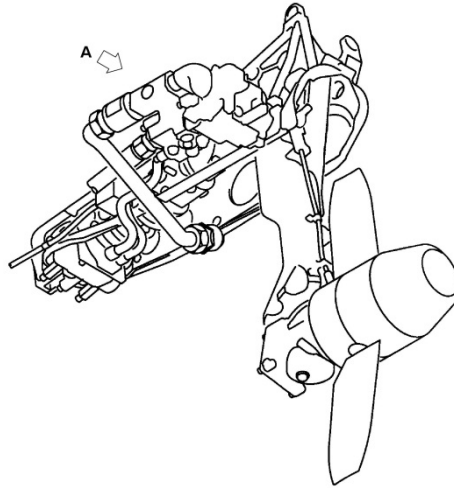
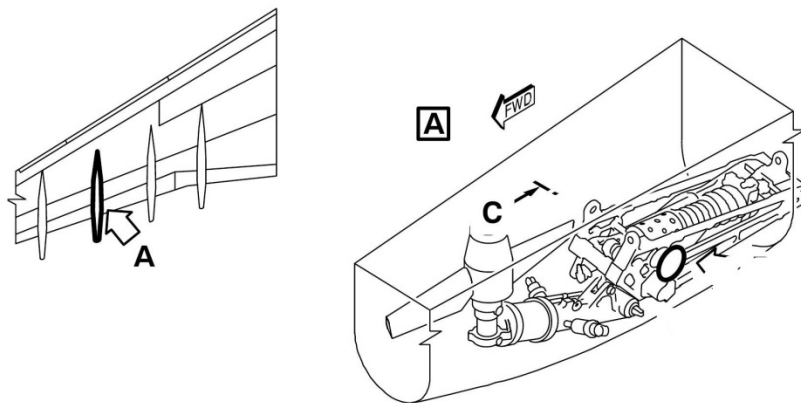

Рис. 1.6. Насос RAT HYDRAULIC PUMP.
Рис. 1.7. Размещение воздушной турбины Ram Air Turbine (RAT).
12). В зеленой гидросистеме (Green), в аварийной ситуации, давление создается насосом RAT HYDRAULIC PUMP (рис.1.6.), с приводом от воздушной турбины Ram Air Turbine (RAT) (рис.1.7.). Она выпускается либо автоматически, если откажут оба авиадвигателя, или если в зеленом и голубом резервуарах, или в зеленом и желтом резервуарах будет низкий уровень гидрожидкости, либо вручную. Аварийный электрогенератор с приводом от гидромотора (CSM/G) подключен к зеленой гидросистеме.